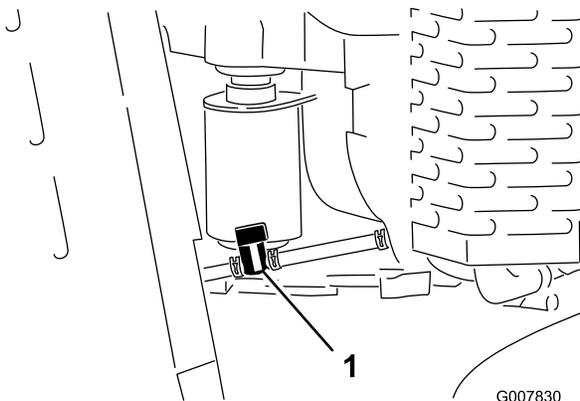

Figura 40
4. Gire la válvula de cierre del combustible a la posición de cerrado (Figura 40).
5. Apriete los extremos de la abrazadera en el lado del motor de la válvula de cierre, y deslícela por el tubo de combustible, alejándola de la válvula (Figura 40).
6. Retire el tubo de combustible de la válvula (Figura 40). Abra la válvula de cierre del combustible y deje que la gasolina se drene en un recipiente.
3. Gire la válvula de cierre del combustible a la posición de cerrado (Figura 40).
7. Gire la válvula de cierre del combustible a la posición de abierto (Figura 40).